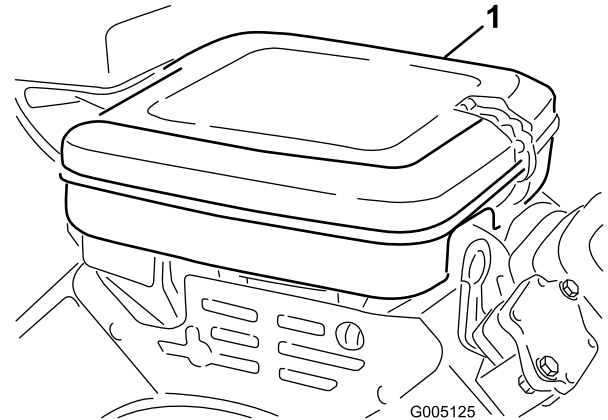

Figura 40
1. Limpie la tapa a fondo (Figura 40).
3. Retire la tuerca de orejeta que sujeta los elementos a la carcasa del limpiador de aire (Figura 40).